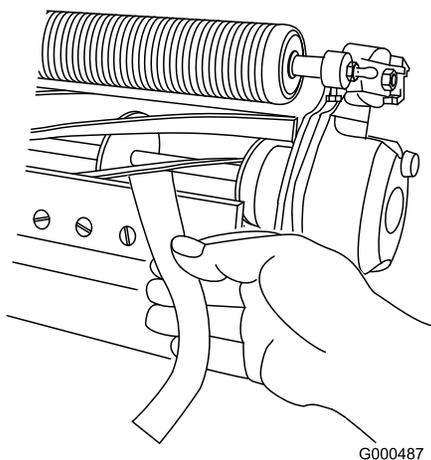

Рисунок 47
11. Проверьте режущие способности блока, вставив длинную полоску специальной бумаги Toro (артикул 125-5610) между барабаном и неподвижным ножом, перпендикулярно неподвижному ножу (Рисунок 47). Медленно поверните барабан вперед, он должен разрезать бумагу